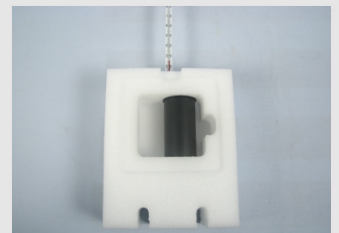

Abbildung 12
2. Miss die Temperatur des Wassers in deinem Becher mit dem Thermometer. Ist das Wasser auf etwa 55°C abgekühlt, stelle den Becher soweit nach rechts, dass du gerade noch durch das Loch in der Decke des Kollektors das Thermometer in den Becher eintauchen kannst und schließe den Sonnenkollektor mit der Kunststoffscheibe (Abb. 12).